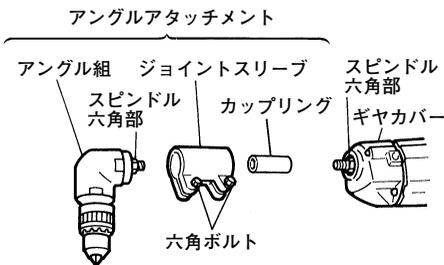

図 5
(イ) 付属の13mm×17mmスパナの13mm側を使ってジョイントスリーブの六角ボルト(2本)をゆるめ、ドリルチャックを付けたままアングル組をドリル本体から取りはずします。(図5)
- ① 前ページの図5に示すように、カップリングをスピンドル六角部にはめ込み、ジョイントスリーブをギヤカバーの先端にさし込み、六角ボルトをごく軽く締付けます。
- ② アングル組のスピンドル六角部をジョイントスリーブ内にあるカップリングにさし込みます。
- ③ アングル組とジョイントスリーブをぴったりと合わせた状態で六角ボルト(2本)を締付けます。